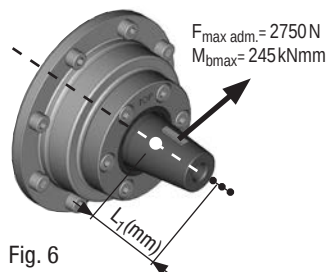

Fig. 6
- La force appliquée par la tension de la courroie sur le point d'application de la force (voir fig. 6) ne doit pas dépasser $F_{\text{max adm.}} = 2.750 \text{ N}$.
- Si le point d'application de la force se déplace vers la droite (voir fig. 6, petits points), la force $F_{\text{max adm.}}$ diminue selon la formule suivante :